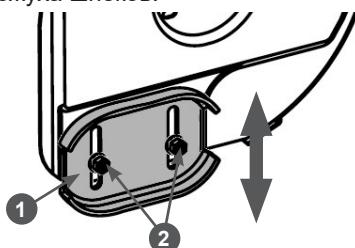

Рис. 21. Регулировка высоты забора снега
- Открутите гайки 2 крепления полозка 1 на 1-2 оборота и установите полозок на необходимую высоту (Рис. 21). Снова затяните гайки.